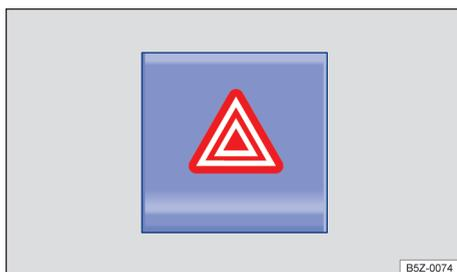

Fig. 36 Na parte superior do console central: interruptor para ligar e desligar as luzes de advertência.
2. Ligar as luzes de advertência com o interruptor  → Fig. 36.
As luzes de advertência também podem ser desligadas ao pressionar o interruptor  no painel de instrumentos → Fig. 36.